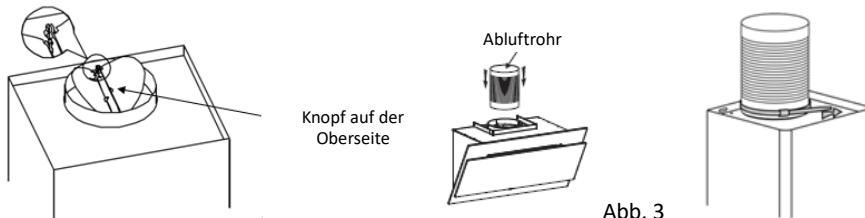

Abb. 3
5. Rückstauklappe einbauen. Abluftrohr auf der Dunstabzugshaube montieren. Abluftrohr auf der Rücklaufklappe festklemmen. Siehe Abbildung 3.